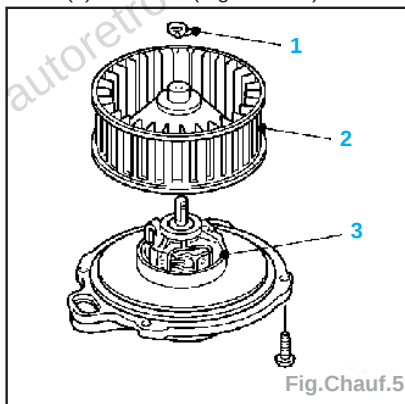

Fig. Chauf.5
- Déposer le clip (1), soufflerie (2) du moteur (3) et les vis (Fig. Chauf.5).